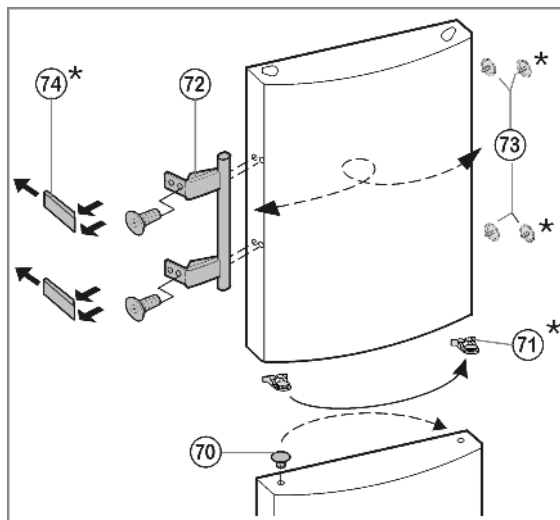

Fig. 10
- ▶ **Nella porta inferiore:** Estrarre il tappo Fig. 10 (70) dall'alloggiamento del supporto della porta e spostare.
- ▶ **Nelle due porte:** Smontare la maniglia della porta, Fig. 10 (72), i tappi Fig. 10 (73) e le piastre di spinta Fig. 10 (74) e spostare sul lato opposto.